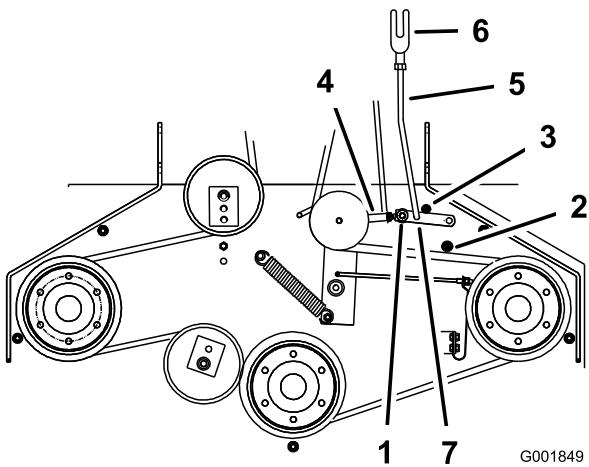

Figura 43
- Asegúrese de que el brazo está en contacto con el tope trasero del brazo de la plataforma (Figura 43).
- El brazo debe entrar en contacto con el tope delantero del brazo de la plataforma. Si no lo hace, la palanca acodada debe acercarse más al refuerzo (Figura 43).
8. Para ajustar el acoplamiento del brazo, retire el pasador de horquilla del brazo (Figura 43).
11. Instale el acoplamiento en el brazo y sujételo con el pasador de horquilla (Figura 43).